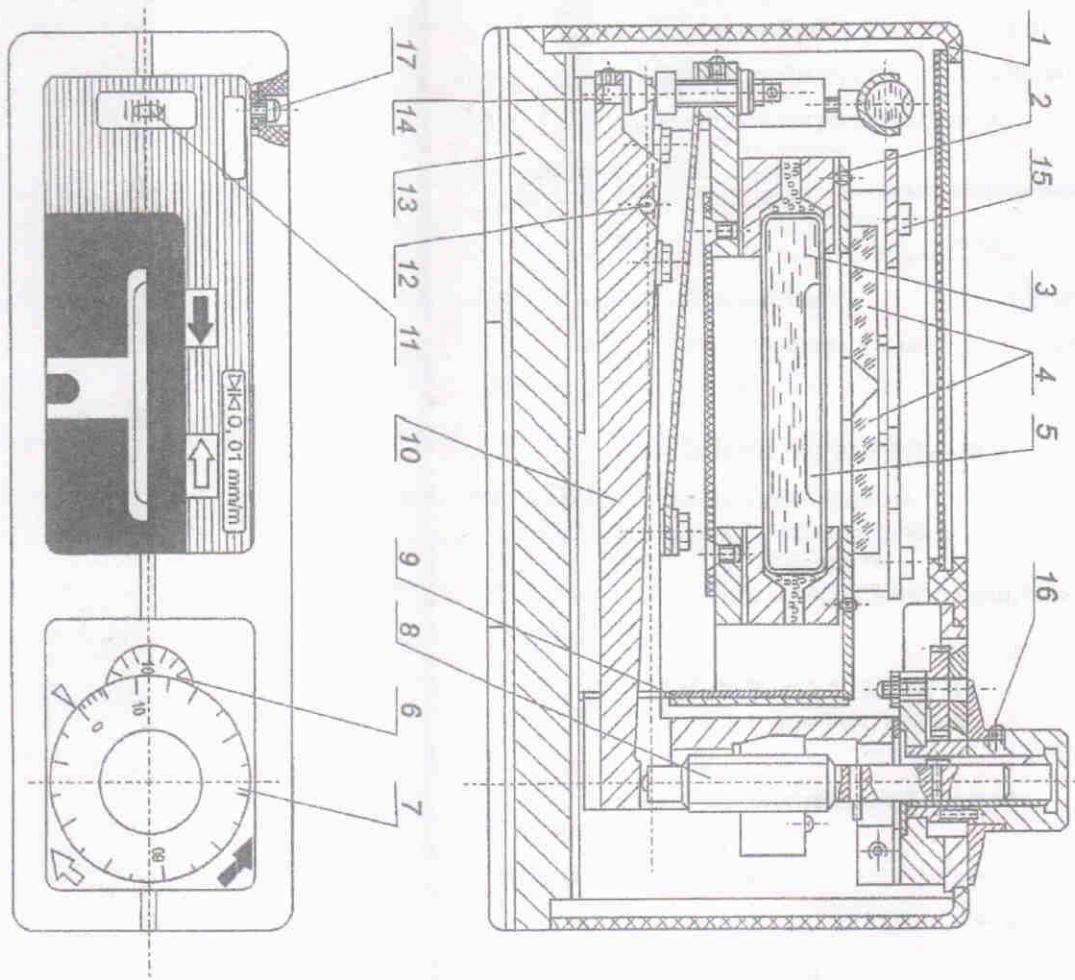
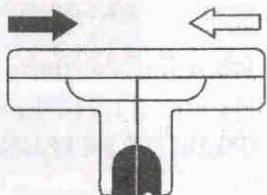

Рис. 1
рис. 2
На основании уровня 13, рис. 1, установлен рычажный механизм 10, ось рычага 12 подвижно установлена в призме основания. Корпус 2 ампулы 3 с оптической системой, состоящей из двух призм 4, подвешен на плоской пружине 9, которая крепится к основанию 13. Наклон корпуса 2 ампулы 3 осуществляется микровинтом 8 через рычажный механизм 10.
При этом изображение концов пузырька 5 ампулы 3 должны совпадать (рис. 2).
6.4. Проверьте плавность хода микровинта 8 (см. рис. 1) вращением лимба 7, работу счетчика оборотов 6, перемещение пузырька 5 ампулы 3.
Через верхнее окно в кожухе 1 видно направление перемещения пузырька ампулы 3, (см. рис. 1). Если пузырек находится на стороне, обозначенной знаком “←”, то лимб 7 следует вращать по часовой стрелке. Во время вращении лимба следует следить за появлением пузырька в поле зрения нижнего поперечного окна. Когда обе половины пузырька становятся видимыми, продолжайте медленно вращать лимб до совпадения обеих половинок пузырька ампулы (рис. 2). После этого произведите отсчет по шкалам счетчика оборотов 6 (см. рис. 1), и лимба 7.